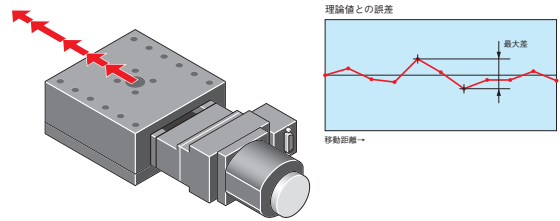

図3-1 位置決め精度
3.1 位置決め精度 [JIS B 6191-1993 準拠] [図3-1]